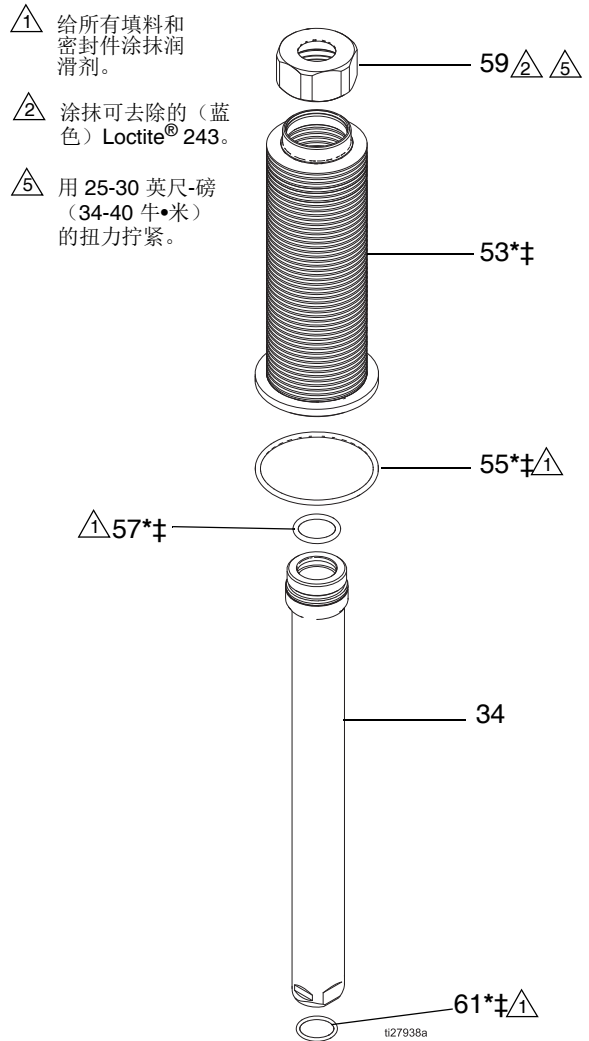

图 4. 拆卸或组装波纹管
- 拆下波纹管 O 形圈 (55)。
- 从波纹管室 (45) 上拆下波纹管组件。
注意：波纹管组件包括波纹管螺母 (59)、波纹管 (53)、O 形圈 (57 和 61)，以及波纹管衬套 (34)。如要拆卸，请参见说明 (第 8 页) 和图 4 (第 9 页)。
- 从波纹管室 (45) 底部周围卸下四个有头螺丝 (40)。垂直向上升高波纹管室，脱离流体出口壳体 (16)。小心不要损坏活塞杆 (17)。
参见图 4 (第 9 页)。
7. 拆下波纹管 O 形圈 (55)。参见图 4 (第 9 页)。
8. 从波纹管室 (45) 上拆下波纹管组件。拆下 O 形圈 (57)。
9. 如果波纹管已经故障，也从顶板上拆下呼吸阀 (26)。清洁堵塞油漆的流体通道。